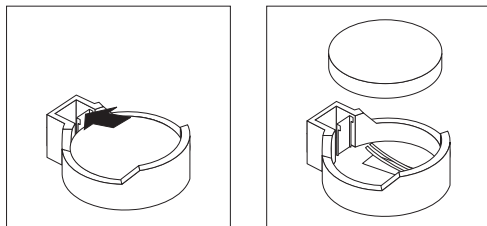

图 8. 卸下电池
- a. 用一个手指按住电池夹顶部远离电池的位置，直到电池从电池座中向上弹起为止，如图 8 所示。